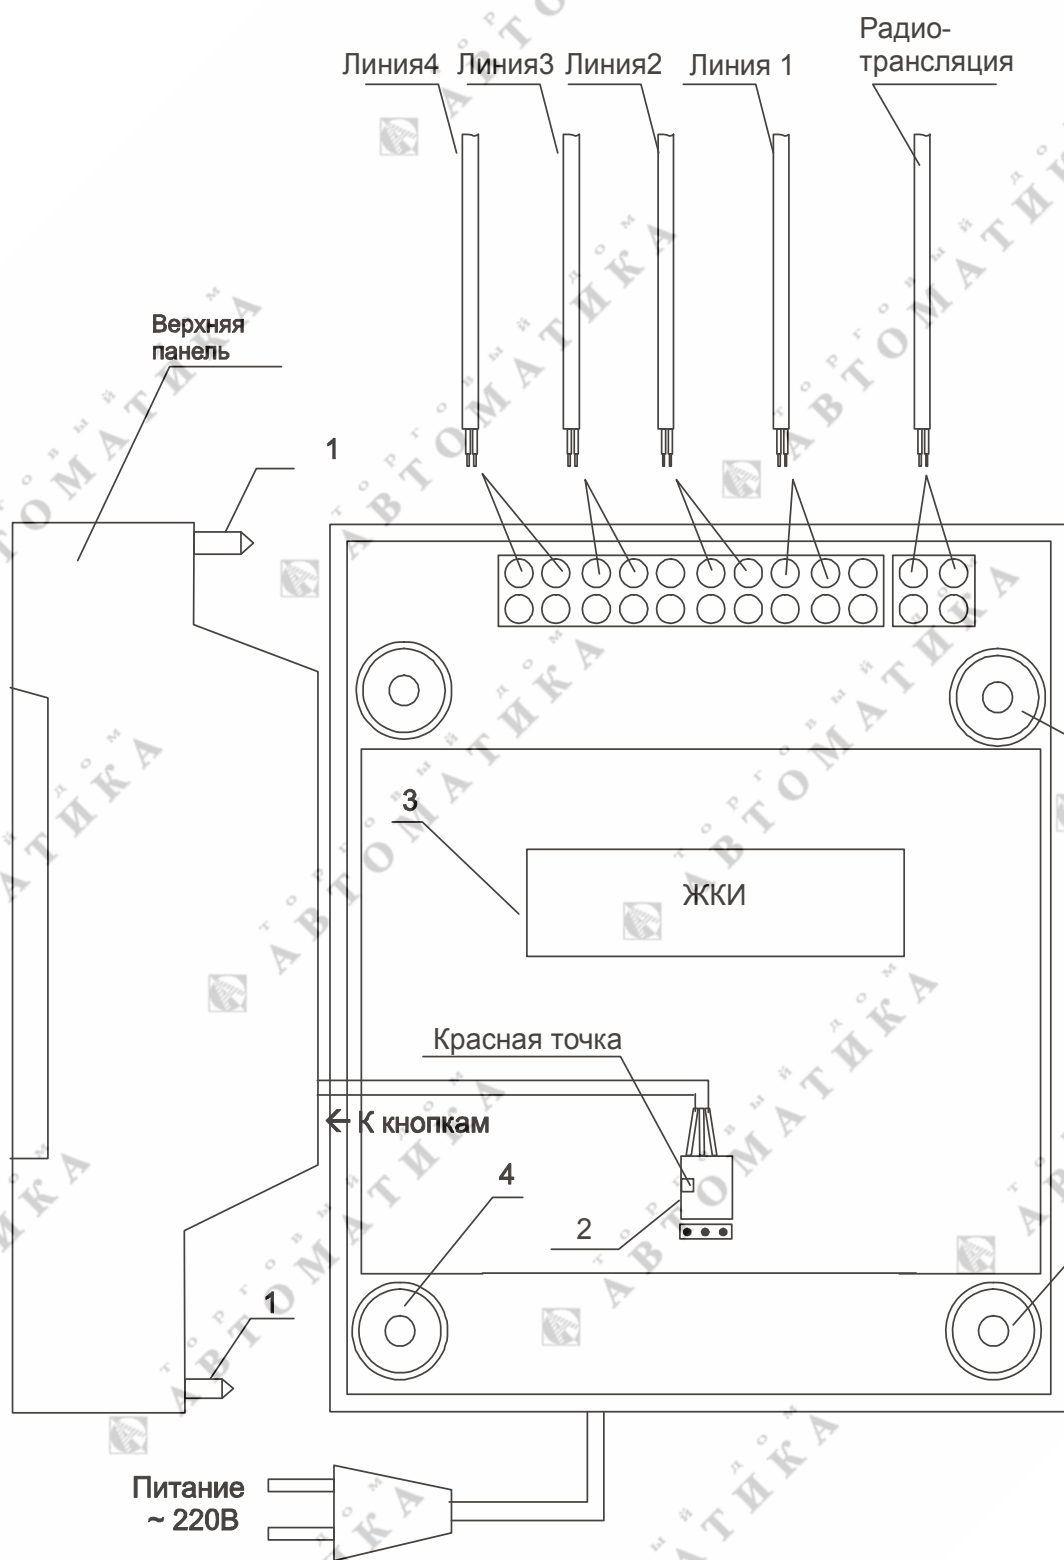

Рис. 1.
4.1. Выверните четыре винта 1, расположенных на верхней панели ЧС (см. Рис.1). Осторожно снимите верхнюю панель и отсоедините разъем 2, соединяющий кнопки с печатной платой 3.
- линии вторичных часов №№ 1, 2, 3 и 4, а также линию радиотрансляции в соответствии со схемой рис.1.